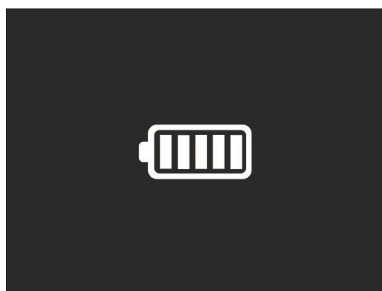

Fig. 51: Indicazione ricarica completa della batteria
3. Con simbolo “” acceso fisso il processo di carica è terminato (vedere Fig. 51)